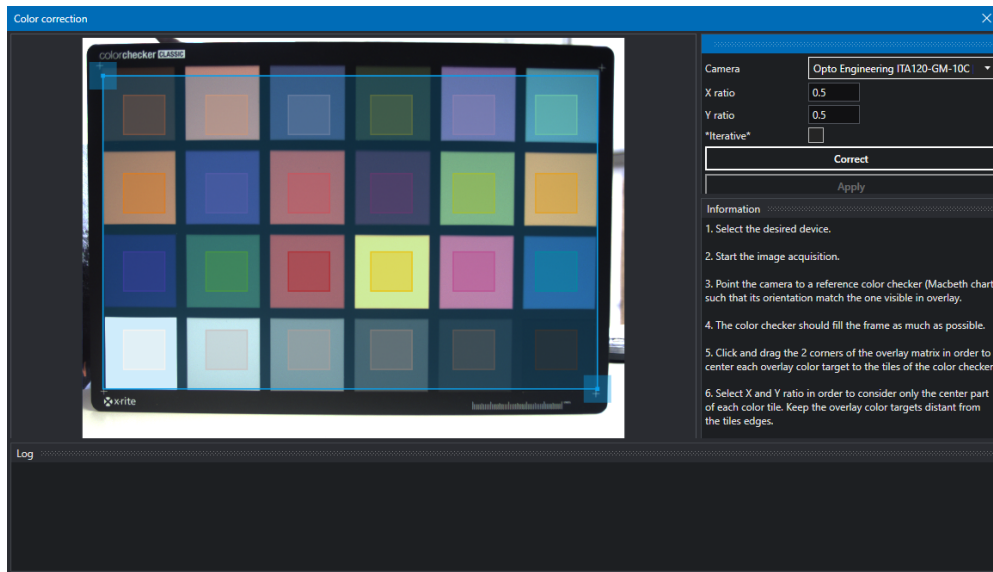

Figure 40: Per risultati ottimali, assicurarsi di allineare la maschera di colore della procedura guidata ai riquadri della tavola colori Macbeth.
5. Il color checker deve riempire il fotogramma il più possibile (Fig.40).